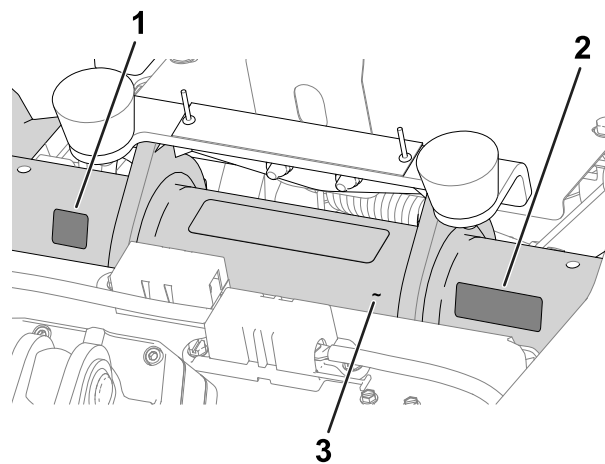

図 11
- **製造年デカル** および **CE/UKCA マークデカル** 運転席下のフレームチューブシリアル番号プレートの下に貼りつける 図 11を参照。